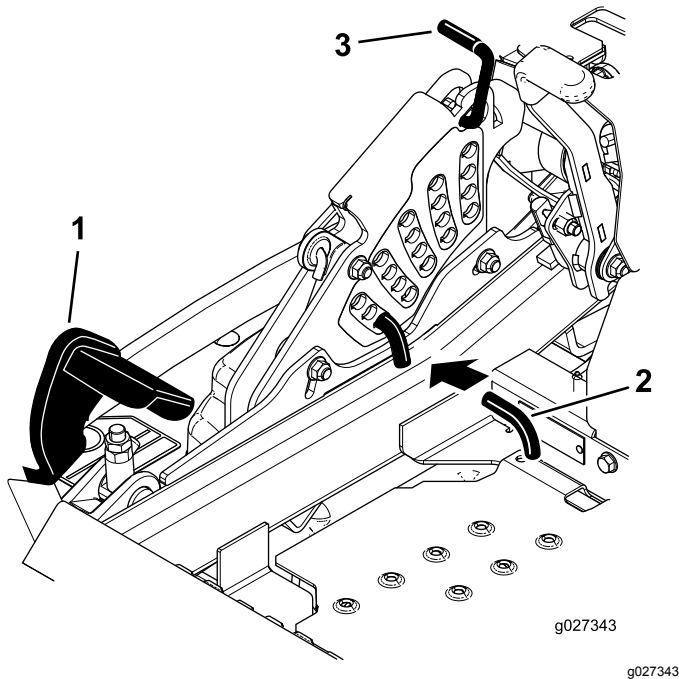

Figure 26
2. Appuyez sur la pédale de levage du tablier avec le pied et levez le tablier en position de transport (qui est aussi la position de hauteur de coupe de 140 mm [5,5 po]), comme montré à la Figure 26.
3. Pour changer de hauteur de coupe, tournez la goupille de 90 degrés retirez-la du support de hauteur de coupe (Figure 26).
4. Placez la goupille dans le trou du support correspondant à la hauteur de coupe voulue (Figure 26).